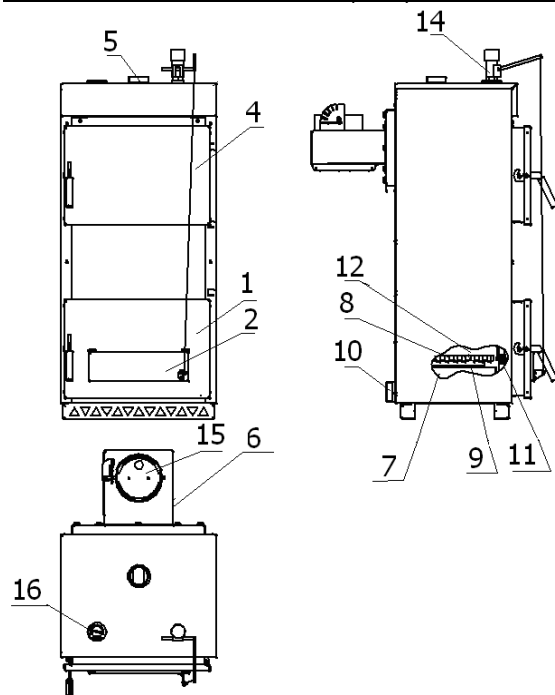
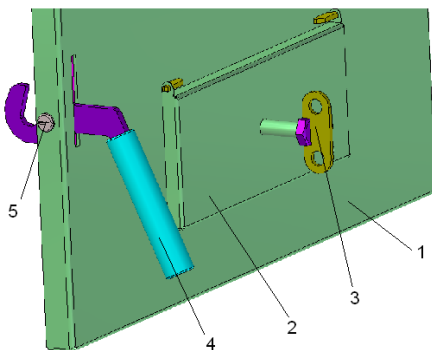
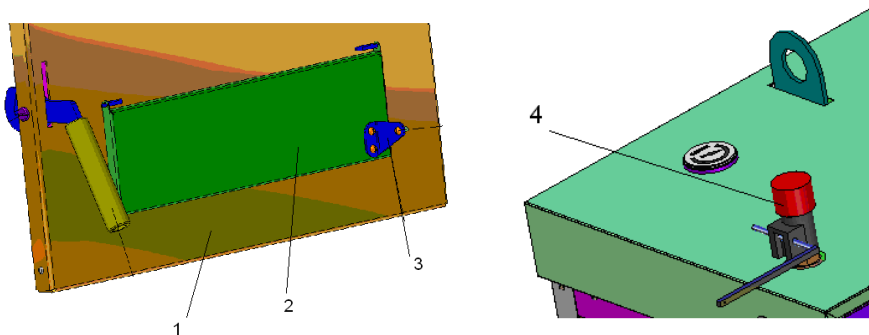
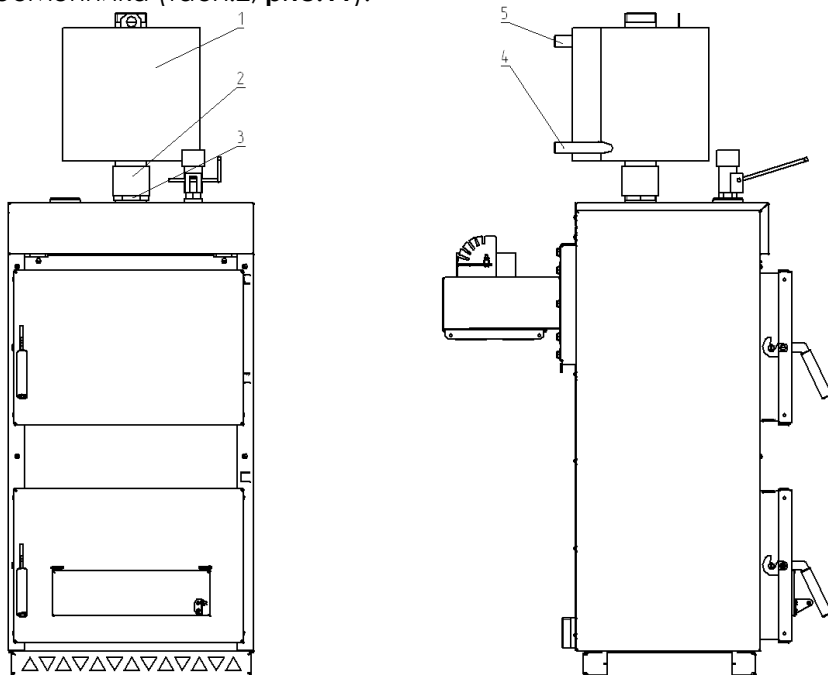

Рис.1 Котлы KC-T-16...; KC-T-12...
Рис.8 Дверца шуровочная
Рис.9 Крепление кронштейна 3 для регулятора тяги 4
Рис.11 Котлы КС-ТВ-..., КС-ТВ-...р, КС-ТГВ..., КС-ТПВ... с теплообменником
5.2.2 Котлы КС-Т-... (рис.1,2) состоят из топки 12 с жаровыми трубами. Вокруг топки имеется водяная рубашка 7. Через трубы, соединяющие водяную рубашку, циркулирует вода, что увеличивает площадь теплосъема. Температура воды в котле контролируется термометром 16. Нагретая вода в результате образовавшихся в котле конвекционных потоков выходит в систему отопления через верхний патрубок 5. Обратная вода из системы отопления поступает в котел через нижний патрубок 10. В нижней части топки устанавливаются колосники 8, образующие полотно колосниковой решетки при работе котла на твердом топливе. На фронтальной поверхности котла крепятся загрузочная 4 и шуровочная 1 дверцы, через которые производятся загрузка топлива, чистка колосниковой решетки, а также чистка поверхности топки. Для улучшения работы топки на верхней крышке котла установлен регулятор тяги 14 (по дополнительному заказу табл.2), который соединён с крышкой 2 шуровочной дверцы 1. На дне под колосниками 8 стоит ящик 9 для сбора прогоревшего топлива (зола).
Для работы на природном газе или на пеллетах, а также для горячего водоснабжения, котёл необходимо переоборудовать в соответствии с данным руководством и упаковочными ведомостями комплектов (табл.2; **рис.1 - 35**).
5.3.3 На дверцы (**рис.1, 2**) установить ручки 4(**рис.8**), закрепив их осями 5.
На крышку 2 (**рис.8**) шуровочной дверцы 1 установить винт 3. С его помощью можно регулировать тягу зазором до 20 мм.
5.3.4 Для котлов с комплектом регулятора тяги на крышку 2 (**рис.9**) дверцы шуровочной 1 установить кронштейн 3 , закрепив его винтами М4 и гайками М4.
На верхней крышке котла (**рис.1,2**) снять заглушку (3/4") и на это место установить регулятор тяги 4. Соединить его цепь винтом М4х10 и гайкой М4 с кронштейном 3 на крышке 2 шуровочной дверцы 1 (**рис.9**).
На крыше котла на верхний патрубок 5 (рис.1,2) монтируется комплект теплообменника (табл.2; рис.11).
7.1 Регулятор тяги 14 (рис.1,2) и его цепь демонтировать.
Демонтировать шуровочную дверцу 1 (рис.1, 2).
7.2 В верхней части топки вплотную к передней стенке котла через загрузочную дверцу 4 (рис.1,2) устанавливается топочный лист на прутки, приваренные к стенкам топки.
Перед креплением дымохода в трубы топки с задней стороны котла вставляются турбулизаторы 7 (табл.2 и рис.1,2,14). Если дымоход установлен, его надо демонтировать для установки турбулизаторов, а затем вернуть на место.